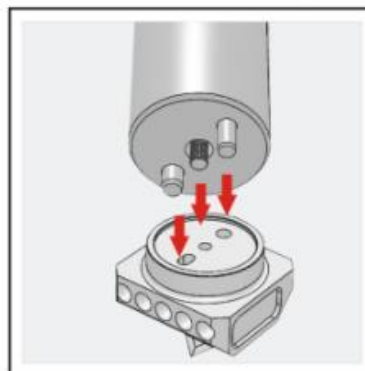

Рис. 24
- Модульный держатель имеет два штифта, соответствующих цилиндрическим отверстиям на держателе косого лезвия, благодаря чему сборка инструмента (стыковка двух элементов) производится легко и точно, без каких бы то ни было повреждений деталей и проблем с установкой (Рис. 24).